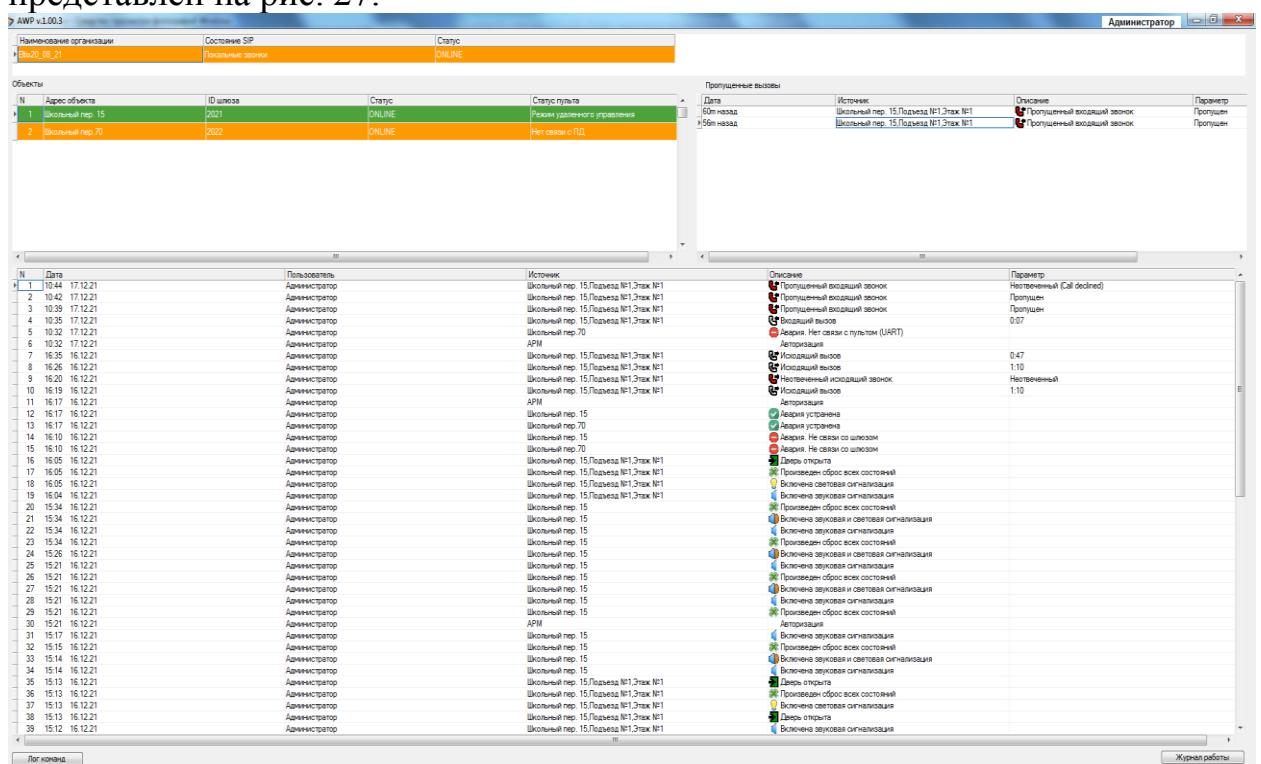

Рис.27 Пример рабочего окна АРМа
5.2.6 Пример внешнего вида рабочего окна АРМа с двумя объектами представлен на рис. 27.
5.2.7 В нижнем правом углу рабочего окна АРМа (рис.27) расположена кнопка «Журнал работы». Её нажатие открывает журнал работы АРМа, который можно просмотреть и/или распечатать за конкретный период. На рис.29 показан пример журнала работ администратора с 15.12.2021 по 17.12.2021.